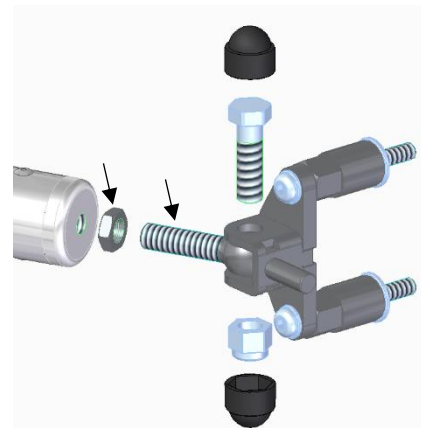

Abbildung 5
Nun werden auf der Beifahrerseite zwei Augenschrauben (19) und flache Sechskantmutter M12 (25) auf den Fahrradträger (1) gedreht. Diese Muttern werden später zum Kontern und Sichern der Augenschrauben benötigt (Mindest-Einschraubtiefe der Augenschraube in den Fahrradträger = 20mm). Dann kann der Fahrradträger mit Hilfe der montierten Augenschrauben, Sechskantschrauben M12x40 (20) und Sechskantmutter M12 (24) an die, ans Fahrzeug montierte, Halterungen befestigt werden (Abb. 5).